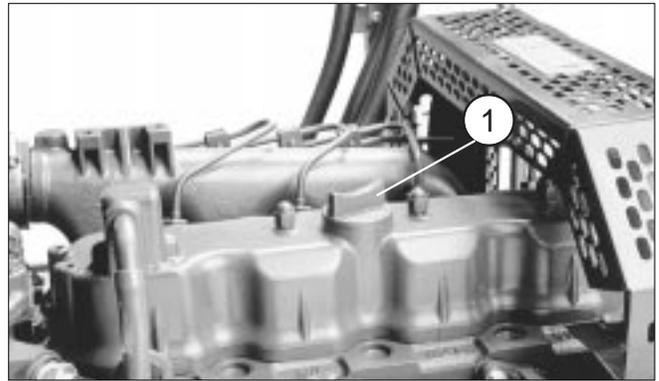

図3
4. FULLマーク以下であれば、給油口のフタ(図3)を取り、SAE 10W - 30グレードのオイルを補給してください。入れすぎ厳禁。オイルの容量はフィルタを含めて約7.6ℓです。